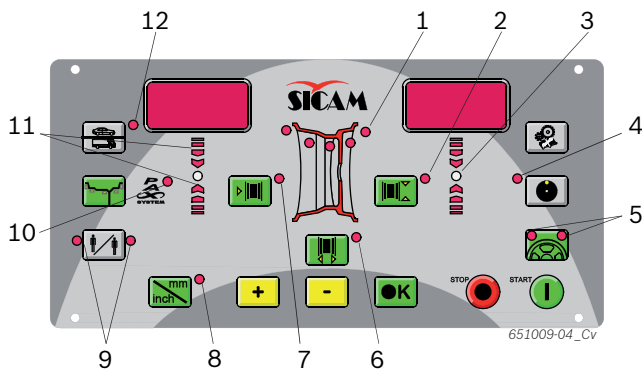

Fig. 4: LEDs auf Bedienfeld/Anzeigefeld
- ➔ Über die LEDs (Fig. 4, Pos. 1) werden die Positionen der Auswuchtebenen für jedes Auswuchtprogramm angezeigt.
Bei einem gewählten PAX-Auswuchtprogramm leuchtet zusätzlich die LED Pax (Fig. 4, Pos. 10).
2. Ermittelten Felgenabstand über <-> oder <+> Taste für Felgenabstand (Fig. 4, Pos. 7) wählen.
4. Ermittelte Felgenbreite über <-> oder <+> Taste für Felgenbreite (Fig. 4, Pos. 6) wählen.
6. Ermittelten Felgendurchmesser über <-> oder <+> Taste für Felgendurchmesser (Fig. 4, Pos. 2) wählen.
- ⇒ Beide LEDs der <SPLIT>-Taste (Fig. 4, Pos. 5) leuchten.
- ⇒ Sobald die Position zur Befestigung des Auswuchtgewichts erreicht ist, leuchtet die LED (Fig. 4, Pos. 3). Ein Signalton bestätigt die korrekte Position (hinter einer Speiche).